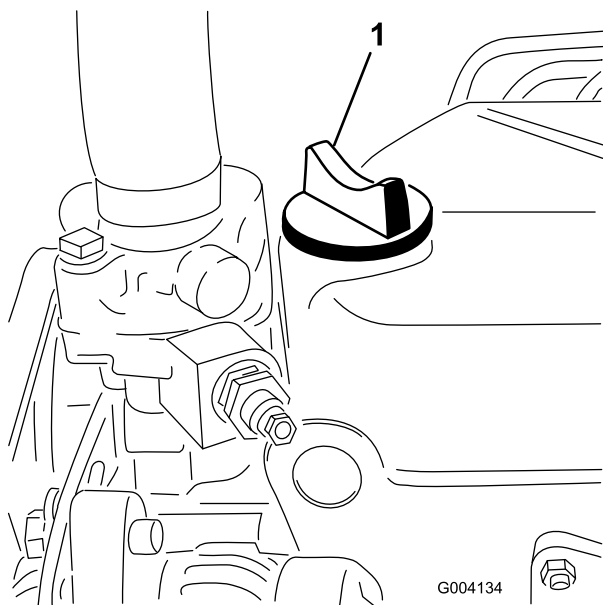

Рисунок 29
5. Если уровень масла ниже метки Full («Полный»), снимите крышку заливной горловины (Рисунок 29) и долейте масло до отметки Full («Полный») на щупе.